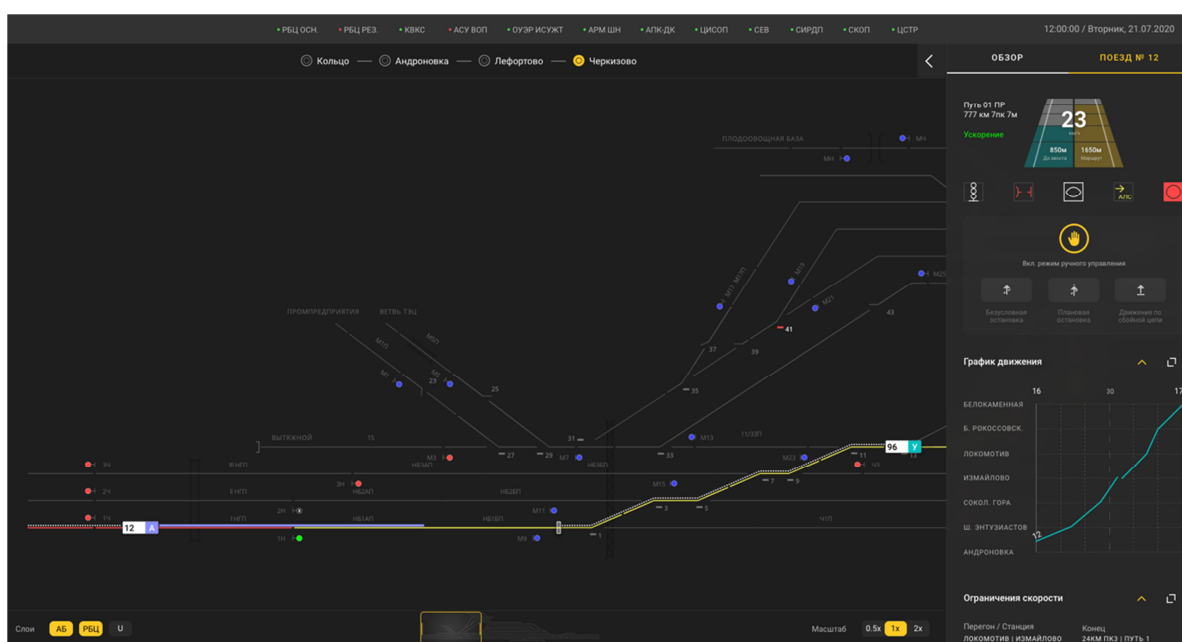

Рисунок 4.7 Режим РБЦ-А активирован
5. Как только числовой код будет введен верно, система автоматически закрывает окно и активируется режим РБЦ-А, при этом кнопка активации режима ручного управления окрасится в оранжевый цвет, электропоезд сменит свой цвет на сиреневый, а буква «У» в центре цветного квадрата сменится на букву «А» (рис. 4.7)